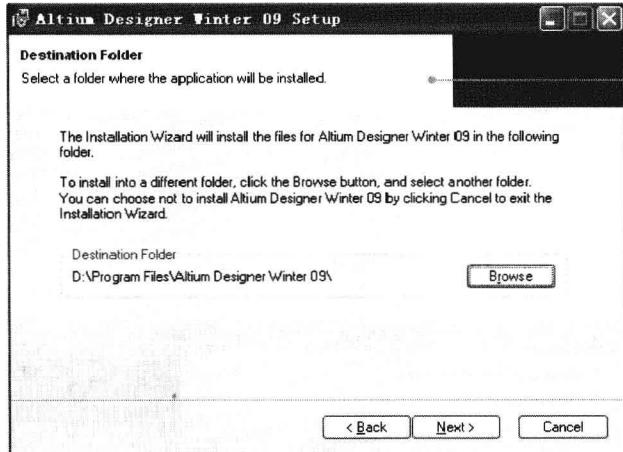

图 1-5 Destination Folder 窗口
(5) 在 User Information 窗口中的 Full Name 文本框内输入用户名，在 Organization 文本框内输入单位名称，在使用权限选项中选择使用权限的范围：Anyone who uses this computer 单选按钮，表示这台计算机上的所有用户都能使用 Altium Designer Winter 09，Only for me 单选按钮则表示只有在当前安装 Altium Designer Winter 09 的用户账号下才能使用 Altium Designer 软件。单击 Next 按钮，显示如图 1-5 所示的 Destination Folder 窗口。